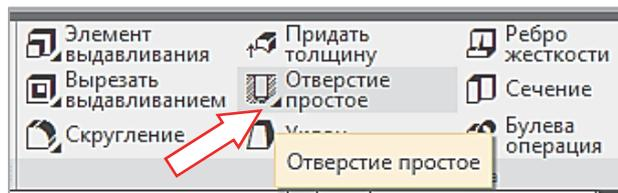

Рис. 5.15
4. Повернуть модель так, чтобы получить вид сверху. На ленте инструментов выбрать команду **Элементы тела** → **Отверстие простое** (рис. 5.15) и указать любой угол построенного прямоугольника как центр отверстия.